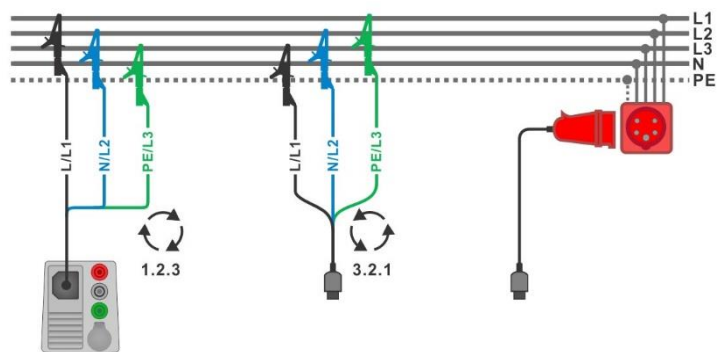
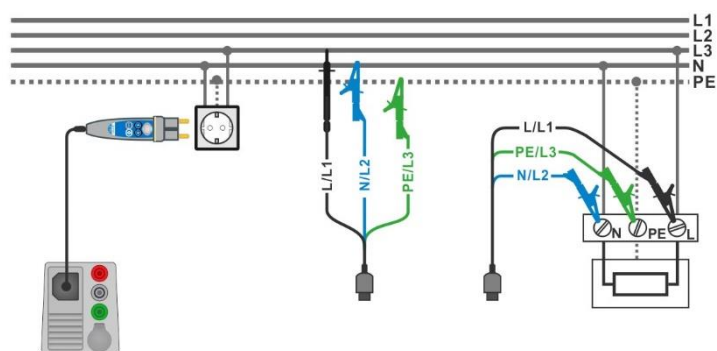

Figura 7.2: Conexión de una punta de prueba de tres hilos y un adaptador opcional en un sistema trifásico
Figura 7.3: Conexión de la Clavija Commander y una punta de prueba de tres hilos en un sistema monofásico
- Conecte las puntas de prueba al objeto a prueba, vea la **Figura 7.2** y **Figura 7.3**.